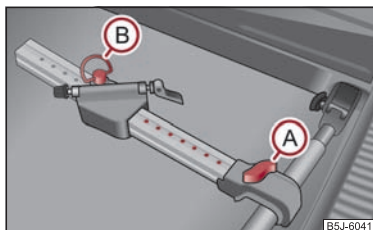

Abb. 67 Fahrradträger einbauen
- Setzen Sie den freigegebenen Fahrradträger auf den Querträger, nach dem Hochziehen der Schraube (A) ⇒ Abb. 67 schieben Sie den Längsträger (Alu-Teil) zum Querträger bis die Fassung einrastet und drehen Sie die Schraube (A) in die Mutter.
- Die Schraube (B) auf dem verschiebbaren Teil des Fahrradträgers lösen und herausziehen, danach den verschiebbaren Teil des Trägers, je nach Fahrradgröße, in eine der möglichen Positionen stellen.
- Die Schraube (B) in der gewünschten Position einsetzen und festdrehen. ■